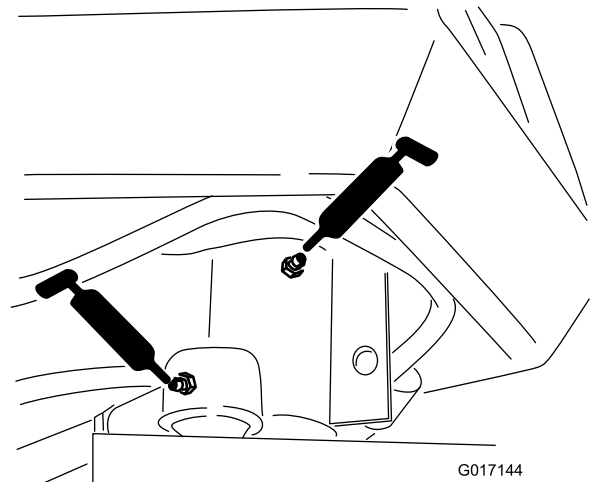

Figura 28
- Asse della forcella dello sterzo (1) (Figura 28)
- Estremità dell'asta del cilindro dello sterzo (Figura 28)